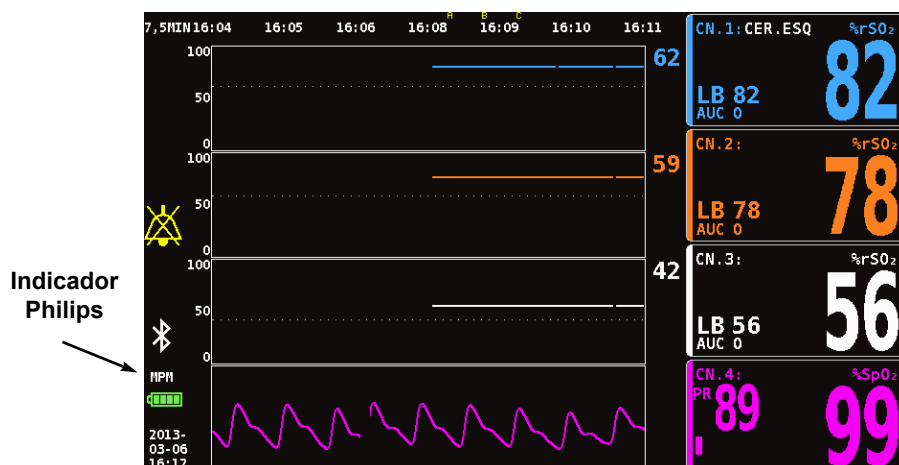

Figura 33: Indicador Philips no Mostrador do Modelo X-100M
7. A comunicação entre o monitor X-100M e o monitor Philips deve ser estabelecida no prazo de aproximadamente 45 segundos. Depois de estabelecida, é apresentado MPM (modo de multi-parâmetros) no lado direito do monitor X-100M (Figura 33).
8. A comunicação entre o monitor X-100M e o monitor Philips deve ser estabelecida no prazo de aproximadamente 45 segundos. Depois de estabelecida, é apresentado MPM (modo de multi-parâmetros) no lado direito do monitor X-100M (Figura 33).